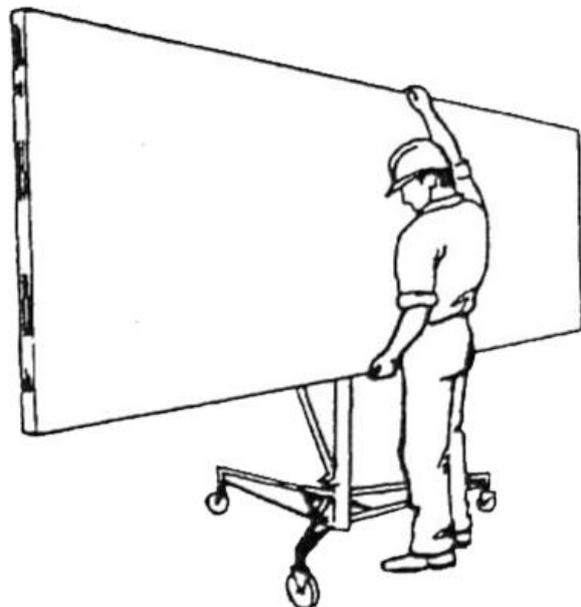

Figure 10
5. Halten Sie die Trockenbauplatte mit der Papierseite gegen den geneigten Plattenträger und laden die Platte auf den Lift wie in figure 10. Die Platte auf die Platten-Stützhaken setzen und vorsichtig gegen die Traversen lehnen.